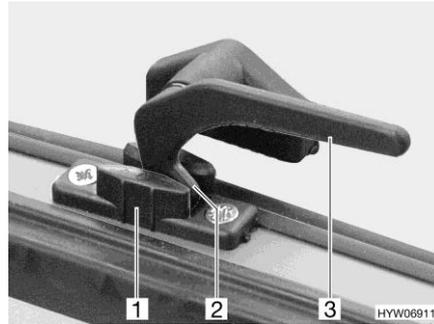

Fig. 56 Palanca de bloqueo (posición de "ventilación continua")
- En la posición "ventilación continua" (Fig. 56)
- Girar la palanca de bloqueo (Fig. 56,3) un cuarto de vuelta hacia la mitad de la ventana.
- Girar la palanca de bloqueo un cuarto de vuelta hacia el marco de la ventana. El saliente de bloqueo (Fig. 56,2) se ha de introducir para ello en el rebaje del bloqueo de la ventana (Fig. 56,1).